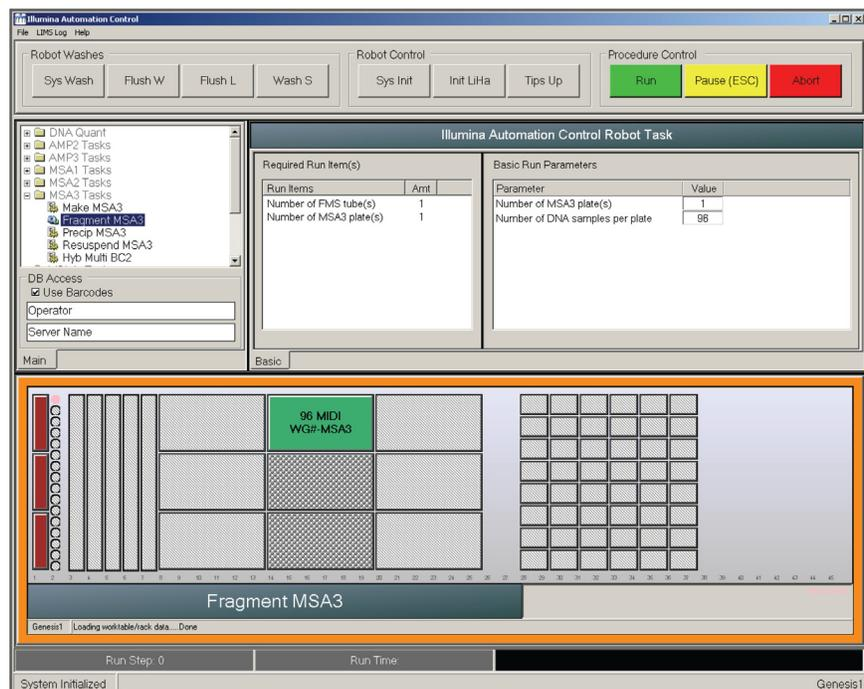

Рис. 120 Окно процесса фрагментации MSA3
5. Поместите планшет MSA3 на платформу робота в соответствии со схемой платформы (Рис. 120). Снимите с планшета покрытие. Если вы не сделали этого ранее, снимите покровный мат с планшета.